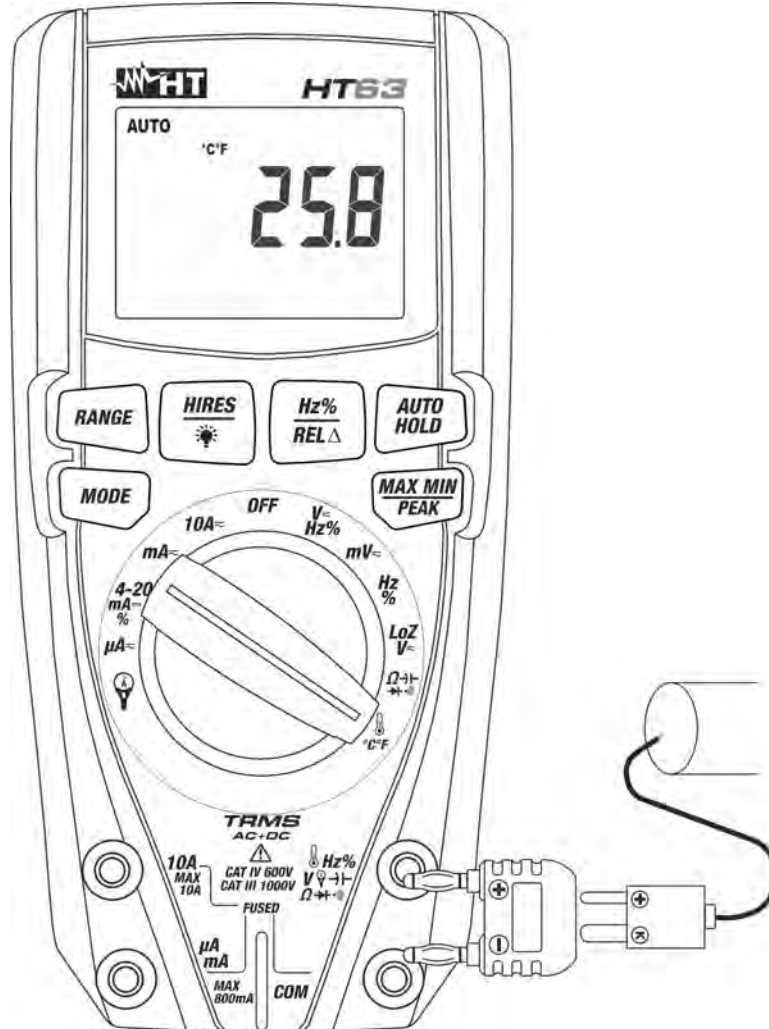

Abb. 9: Verwendung des Gerätes für Temperaturmessung
3. Verbinden Sie den mitgelieferten Adapter in die Eingangsbuchsen  Hz %  V  I  Ω  A  V  I  Ω A V I Ω A (Polarität +) und **COM** (Polarität -) (siehe Abb. 9).